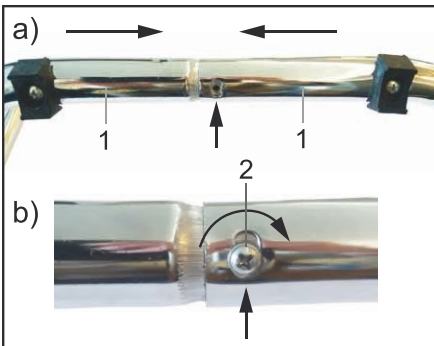

Fig. 59: Montaż oprawy
7. Złożyć obie połówki oprawy (1), jak pokazano na rys. 59 a).
8. Dokręć je za pomocą śruby z łbem krzyżakowym soczewkowym (2). Patrz rys. 59 b).